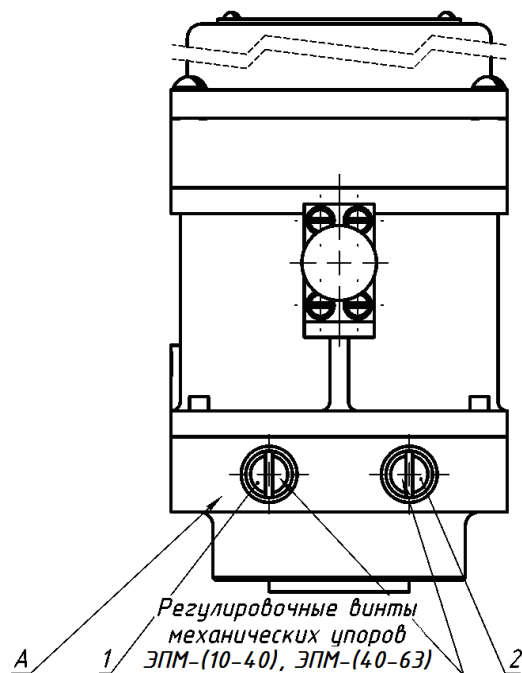

Рисунок 1 ЭПМ-(10-40), ЭПМ-(40-63)
- а) винт поз. 2 отверткой выкрутить до уровня плоскости А (рисунок 1);